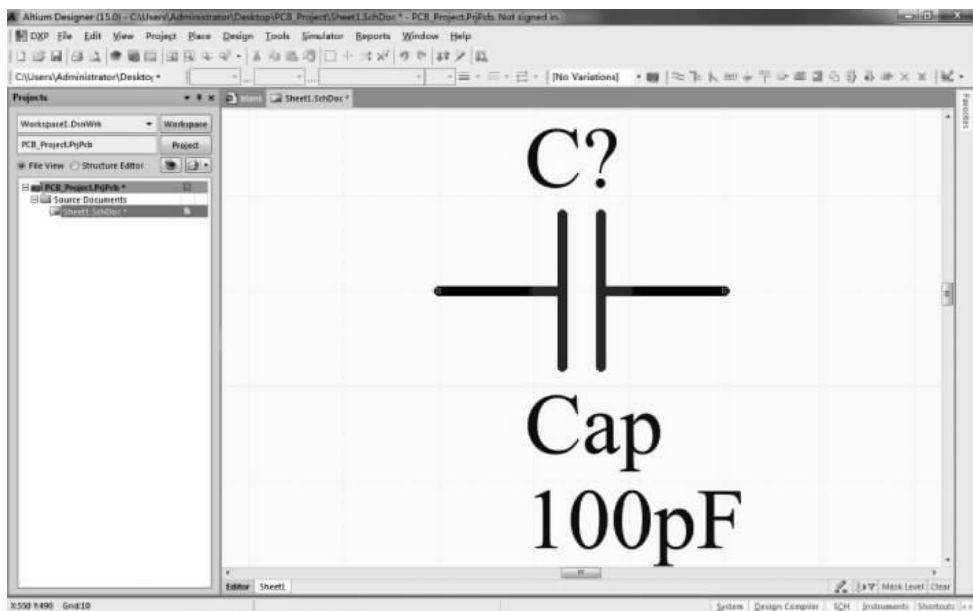

图 3-3 适合所有对象的显示效果
- **【Fit All Objects】(适合所有对象)**: 在工作界面上以最大比例显示当前原理图的所有元器件,如图 3-3 所示。通过按快捷键 Ctrl+PgDn 或者单击工具栏中的  按钮也可实现该操作功能。